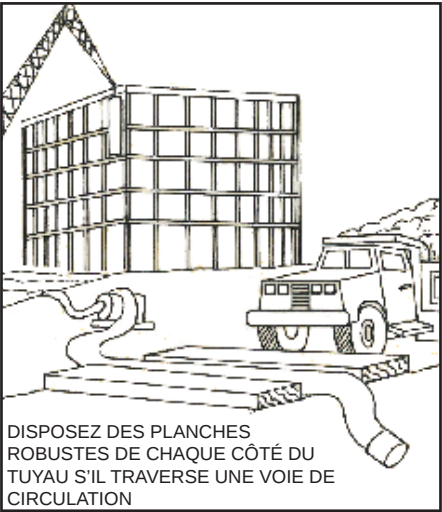

FIGURE 2
- D. Si des tuyaux flexibles doivent traverser une voie routière, ils doivent être protégés par des planches. La chute instantanée de pression lors du passage d'un véhicule sur une conduite son protégée provoquera un « choc hydraulique ». Ce choc risque d'endommager la pompe et la conduite. Voir figure 2.